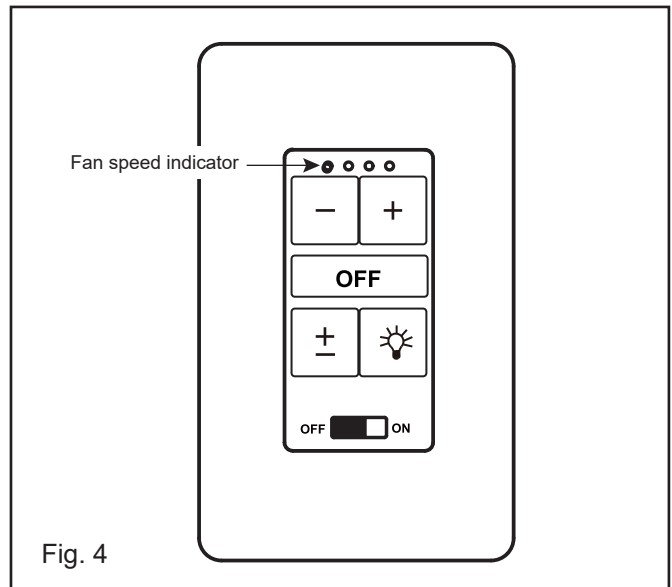

Fig. 4
2. OPERATING THE WALL CONTROL (Fig. 4 & 5):